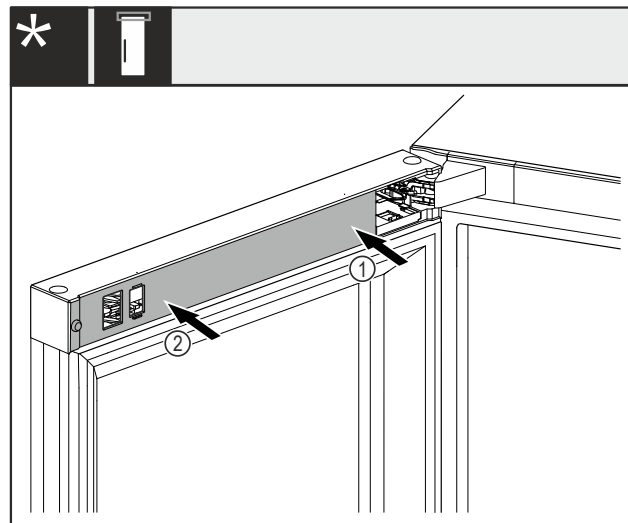

Fig. 41 *
- Coloque primero la cubierta Fig. 41 (1) en el lado del soporte del cojinete y encájela.*
- Coloque la cubierta Fig. 41 (2) en el lado exterior y encájela.*